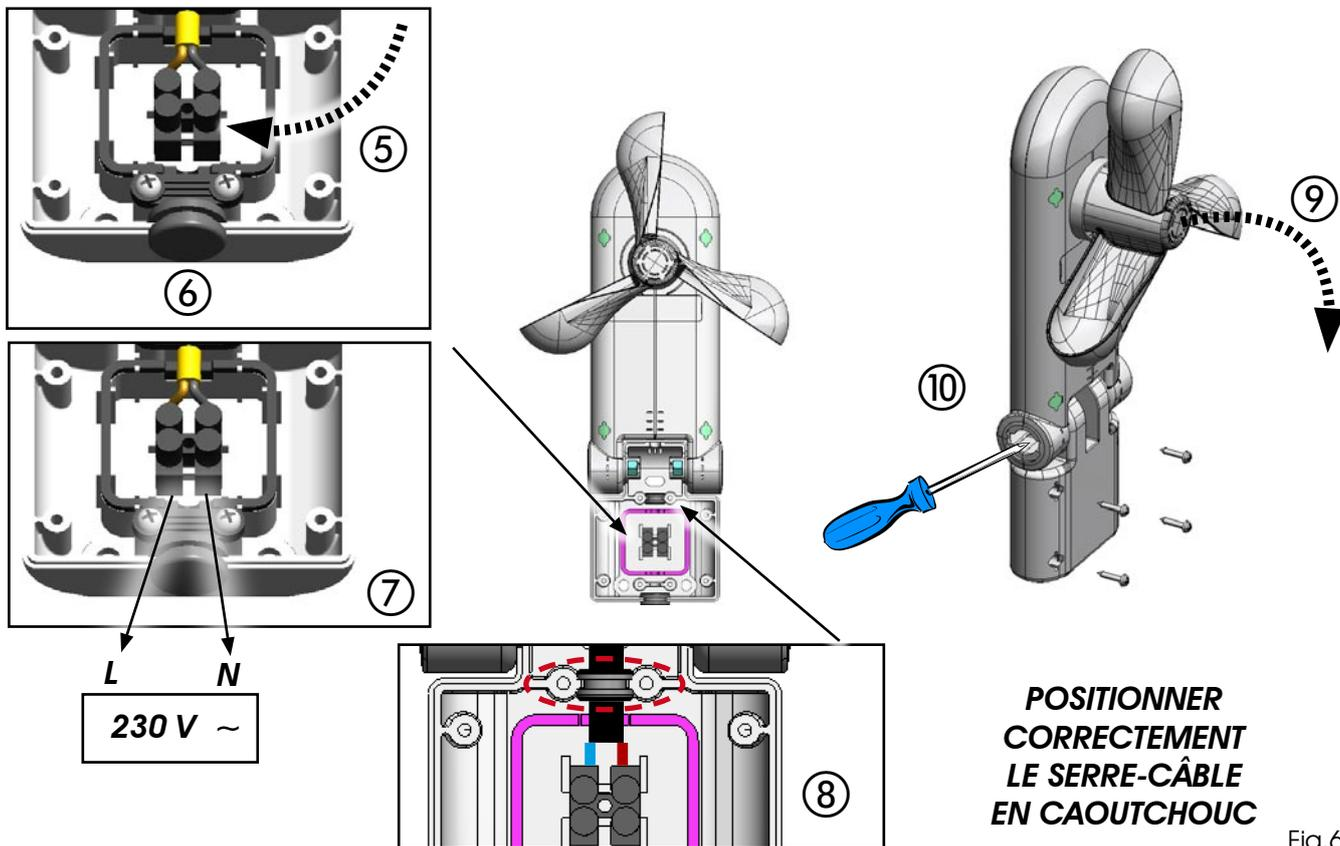

Fig.6
- 6) Repositionner le câble de l'anémomètre dans son logement (Fig. 6 réf. ⑤)
- 7) Percer le passe-câble de façon adéquate (Fig. 6 réf. ⑥), et à travers ce trou, amener le câble d'alimentation vers les bornes de l'anémomètre (Fig. 6 réf. ⑦)
- 8) Repositionner le serre-câble en caoutchouc dans son logement, avec la plus grande attention (Fig. 6 réf. ⑧)